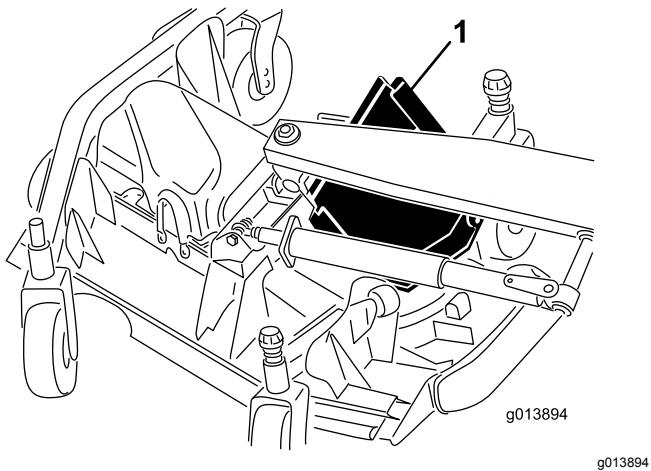

Figura 68
- Sollevate il bordo anteriore e guidatelo tra il braccio di sollevamento e il rullo per rimuoverlo (Figura 68).